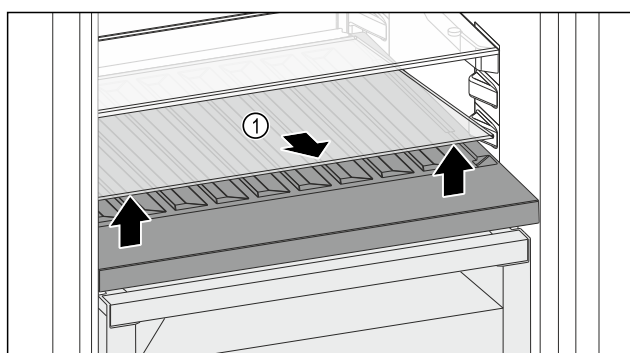

Fig. 218
- Skleněnou desku Fig. 218 (1) zvedněte za vybrání vpředu a vyjměte ji.
- Skleněnou desku Fig. 218 (1) uložte bezpečně mimo spotřebič.
- Skleněnou desku (2) vložte pod variabilní přihrádku na láhve.